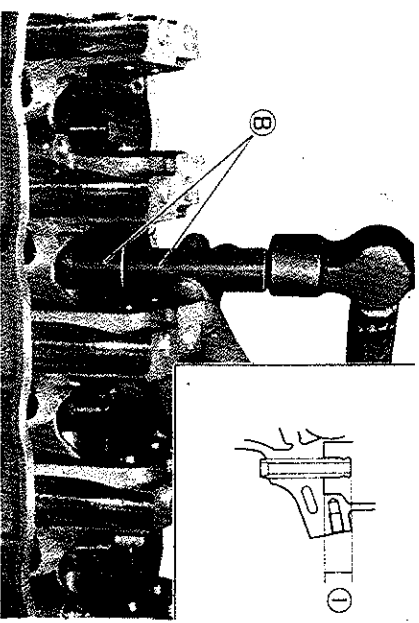

Fig. 3-60
- 2) Calientese la culata uniformemente entre 80° o 100°C , de manera que la culata no se deforme y coloque la guía en su orificio, con los útiles para instalar guías de válvulas (B) (09916-57310 y 09916-57321). Vea la Fig. 3-60. Asegúrese de efectuar esta operación rápidamente, de modo que todas las guías se monten en la culata a una misma temperatura.